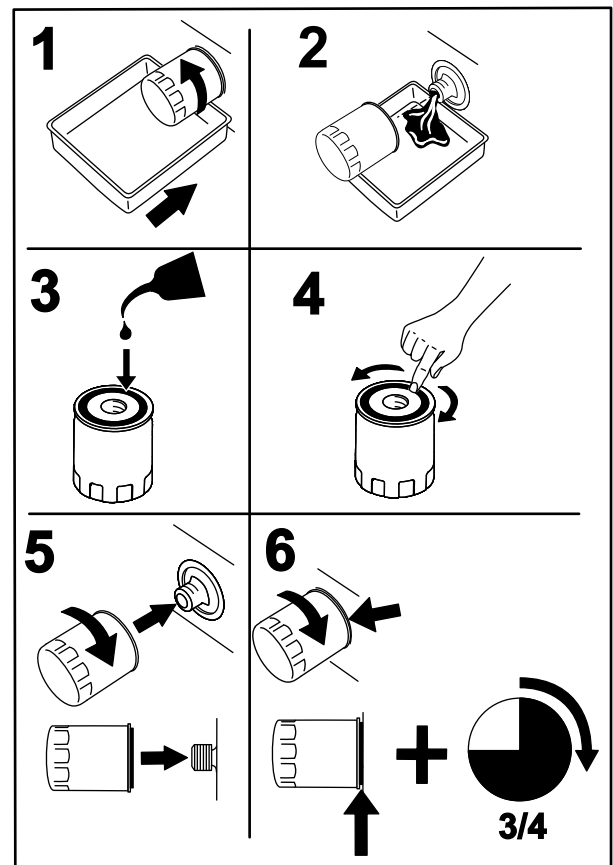

Figura 41
- Substitua o filtro do óleo do motor (Figura 41).